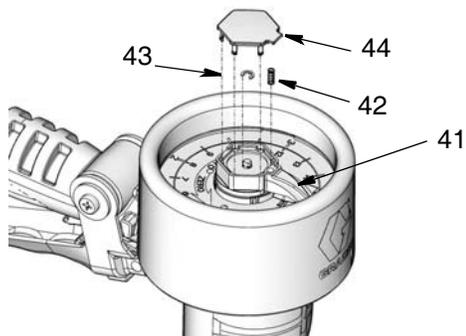

FIG. 25
6. Instale el anillo de retención pequeño (43), la clavija del puntero (41) y el muelle del puntero (42). Coloque la tapa (44). (FIG. 25).